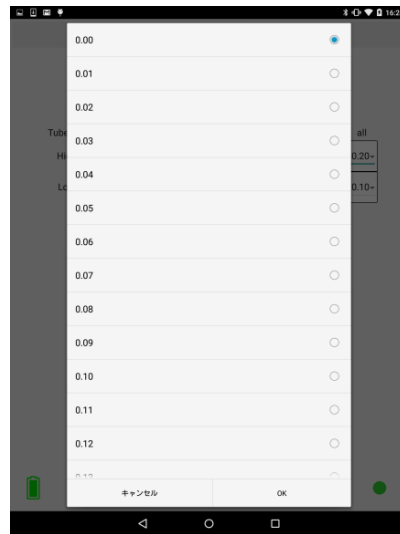

図 4-4：閾値設定画面
- (4) 閾値を設定する場合 (判定時に High 以上が+、Low 以下が-、その間が±と表示されます)、閾値とする吸光度値を選択ください。特に閾値を設定しない場合は、「Next」を押してください。
- (5) 判定時に閾値を設定する場合、図 4-2③の閾値入力部をタップすると図 4-4 のような数字入力画面が表示されますので、チャンネル毎に数字を選択して「OK」をタップし、閾値を設定してください。all に閾値を設定すると全チャンネル同じ閾値に設定できます。